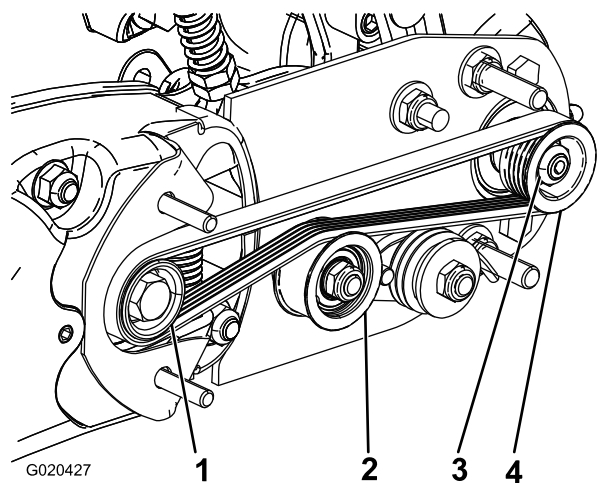
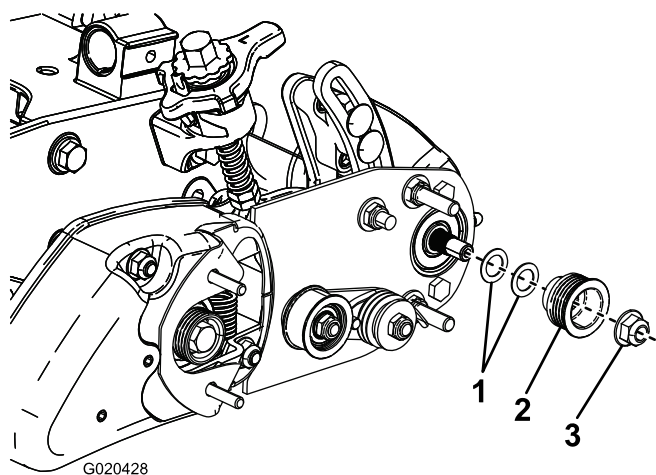

Figure 22
Figure 23
1. La poulie menée (au niveau de l'arbre de la brosse) peut bouger vers l'intérieur ou l'extérieur (Figure 22).
2. Tout en tournant le cylindre, ce qui entraîne la poulie d'entraînement, déchaussez la courroie de la poulie (Figure 22).
3. Retirez le contre-écrou qui fixe la poulie menée à l'arbre de la brosse (Figure 22 ou Figure 23).
4. Déposez la poulie menée de l'arbre (Figure 23).
5. S'il est nécessaire de déplacer la poulie vers l'extérieur, ajoutez une entretoise de 0,8 mm d'épaisseur (Figure 23). Si la poulie doit être rapprochée de l'intérieur, retirez l'entretoise de 0,8 mm existante.